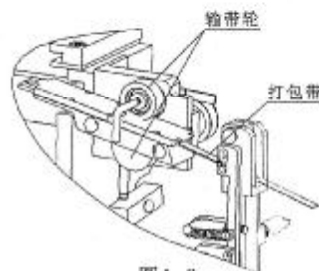

图4-3
- 4.2.2 带头从储带仓上部开口拉出之后, 插入如图 4-3 所示的张力臂上的张力爪下, 并穿过两个输带轮, 此时旋转控制面板中 3 旋钮到“SEND”位置, 打包带会自动充满带道, 此时送带完成, 打包准备工作就绪。